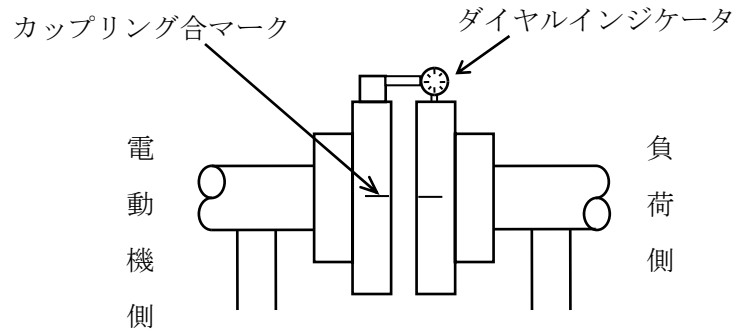

図4-1 アライメント要領
- (2) 図4-1に示すように電動機側のカップリングにダイヤルインジケータを取付け、カップリング部を使って電動機の回転子を静かに回しながら、平行度(面と呼ばれる)と偏心度(円と呼ばれる)を測定し、軸中心を合わせます。ただし、相手機械の種類により異なる場合もありますので、機械製作者にも確認を要します。